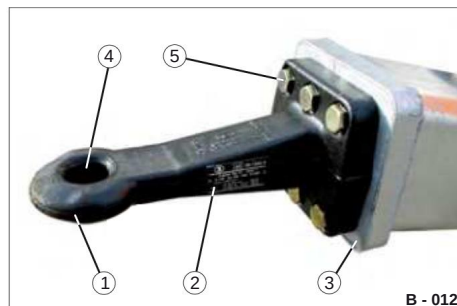

Fig. 11 Elemento di collegamento
- ÿ Far sostituire la puleggia usurata/deformata solo con un ricambio originale - vedere la marcatura (Fig. 11/2) sulla puleggia.